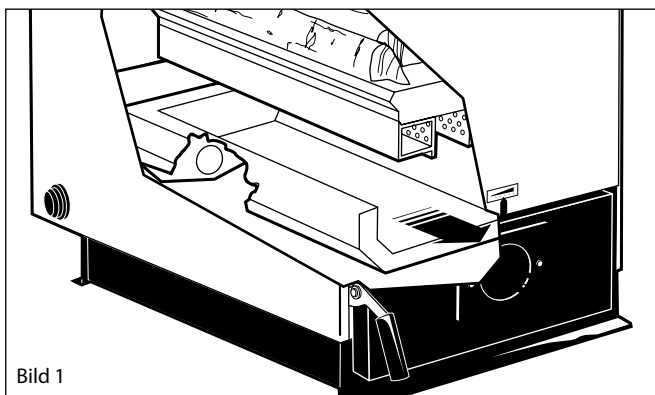

Bild 1
- Nedre keramikträget ska tas ut vid rengöring (bild 1) och askan rakas ut.
Den undre brännkammaren ska rengöras efter ca 5-10 vedpåfyllningar. Detta sker genom att de två undre keramikerna (bild 1) dras ut och askan rakas ur. Därefter sätts de på plats igen. Se till att den går emot i bakkanten och att de är ihop med varandra.